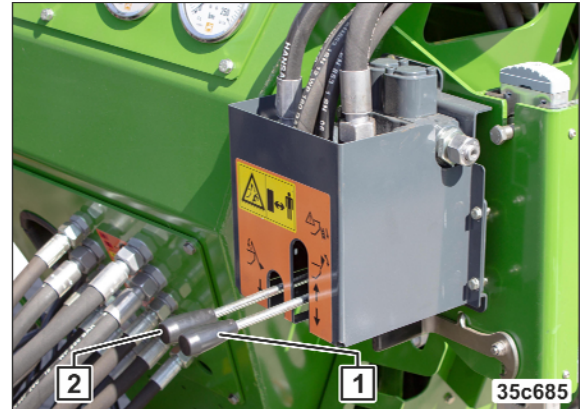

Fig. 248
9. Steuergerät (Fig. 248/2) betätigen.